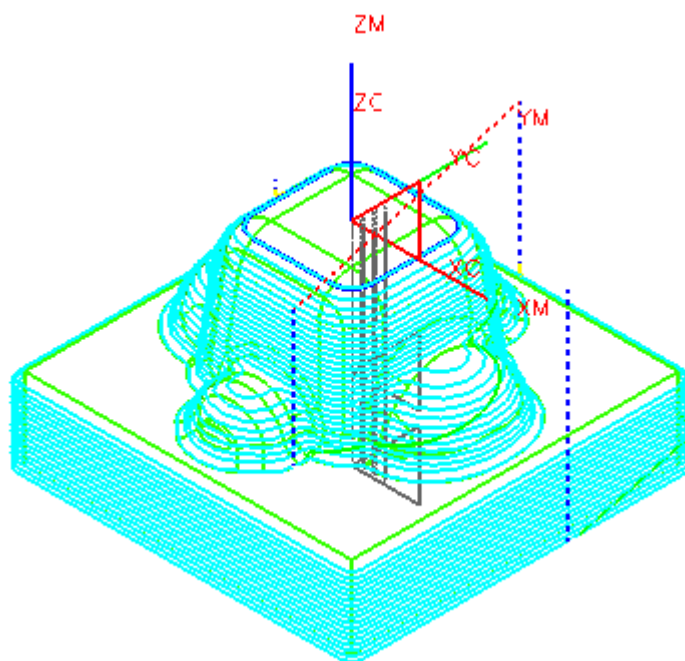

图 5-49
- 在图 5-48 中，单击 OK，打开创建操作对话框，设置如图 5-49 所示的参数。